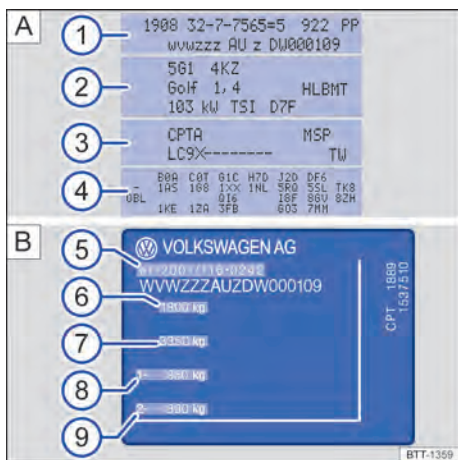

Fig. 280 A Etiqueta de dados do veículo: na imagem de exemplo com o código do motor CPTA ③. B Plaqueta de identificação.
A etiqueta de dados do veículo → Fig. 280 A está colada no Manutenção e garantia e na cavidade para a roda sobressalente no compartimento de bagagem. Ela contém os seguintes dados:
- ① Número de identificação do veículo (número do chassi).
- ② Modelo do veículo, potência do motor, transmissão.
- ③ Códigos do motor e da transmissão, código da cor, acabamento interno. No exemplo, o código do motor é “CPTA” → Fig. 280.
- ④ Equipamentos opcionais, números PR.
A plaqueta de identificação → Fig. 280 B pode ser vista na coluna da porta após a abertura da porta do condutor. Veículos para determinados países de exportação não possuem plaqueta de identificação